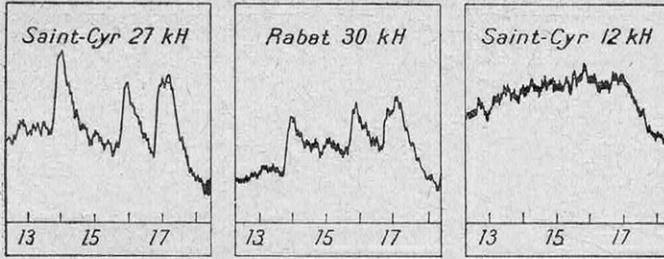

FIG. 3. — ENREGISTREMENTS SIMULTANÉS DE PARASITES, PORTANT SUR LES ONDES LONGUES
parasites transmis à de grandes distances par ces décharges, on constate que le résultat est différent suivant la longueur d'onde pour laquelle le récepteur est réglé. Voici, par exemple, juxtaposés, sur la figure 3, trois enregistrements obtenus simultanément à Saint-Cyr avec des longueurs d'onde de 25, 11 et 10 km (1) ; on voit que les deux derniers, qui correspondent à des fréquences voisines, donnent des résultats analogues ; on y reconnaît en particulier trois renforcements qui n'existent pas pour les ondes de 25 kilomètres.